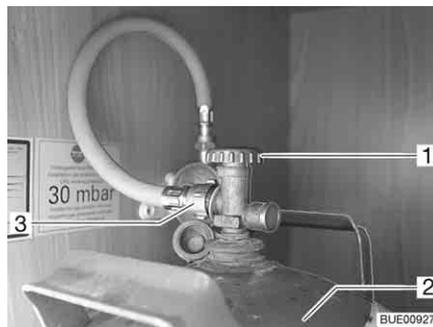

Bild 121 Gaskasten
- Haupt-Absperrventil (Bild 121,1) an der Gasflasche (Bild 121,2) schließen. Pfeilrichtung beachten.
- Gasschlauch (Bild 121,3) von Hand von der Gasflasche abschrauben (Linksgewinde).